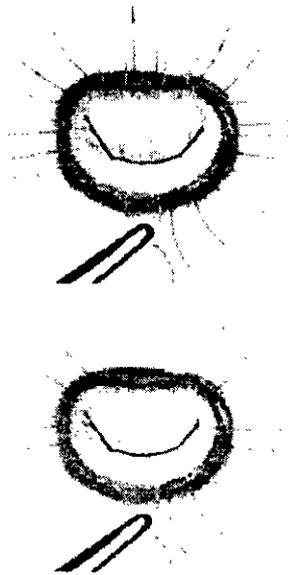

Figura 5
**Anillo:** realice en cada trigono suturas con una separación aproximada de 4 mm. Realice suturas discontinuas adicionales, con una separación aproximada de 4 mm, en las partes anterior y posterior del anillo mitral (Figura 5).
**Banda:** realice en cada trigono suturas con una separación aproximada de 4 mm. Realice suturas discontinuas adicionales, con una separación aproximada de 4 mm, en la parte posterior del anillo mitral (Figura 5).